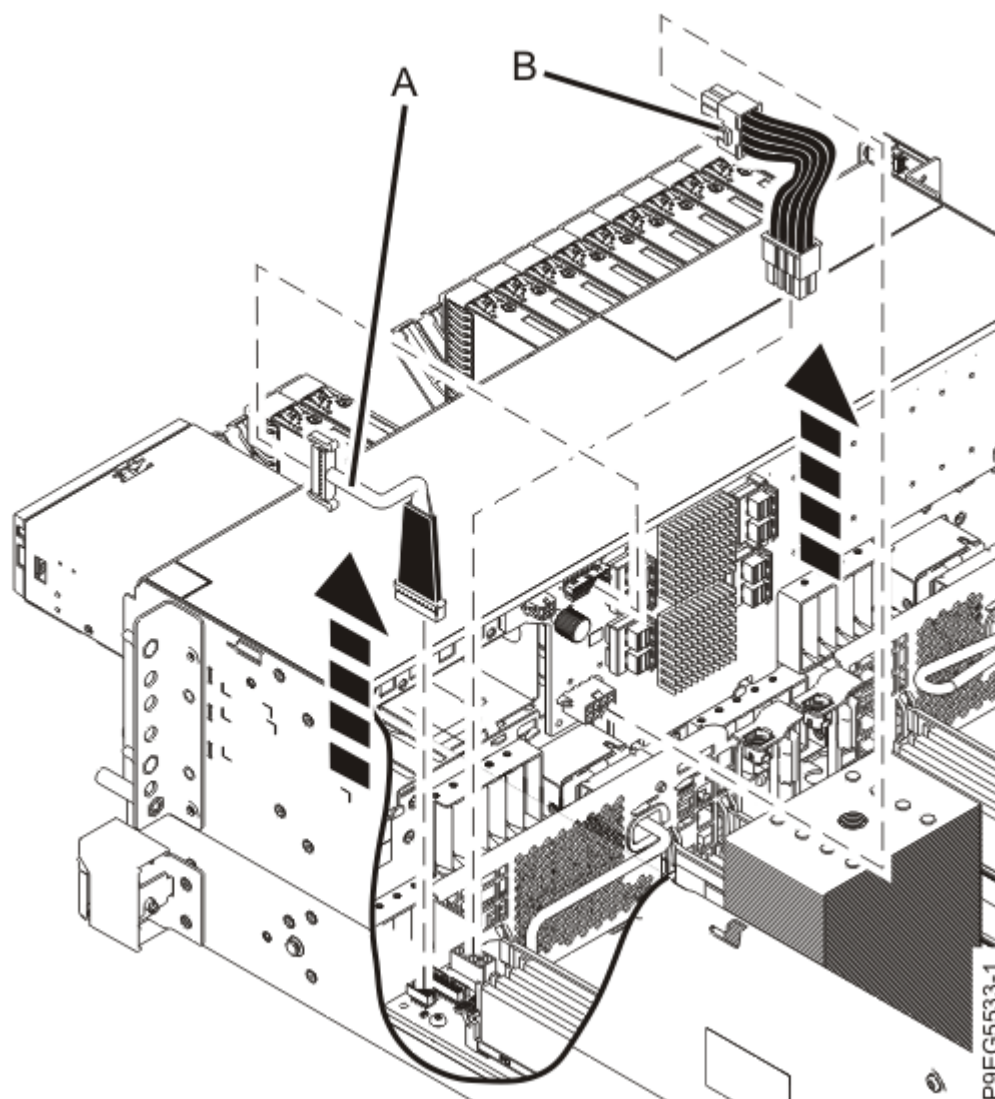

Figure 94. Déconnexion du cordon d'interface et du câble d'alimentation
3. Etiquetez et déconnectez le câble d'alimentation **(B)** du fond de panier d'une unité de disque, comme illustré dans la Figure 94, à la page 108.